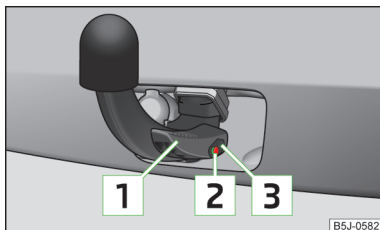

Fig. 105
- ✓ La palanca [\[1\]](#) está totalmente levantada » fig. 105.